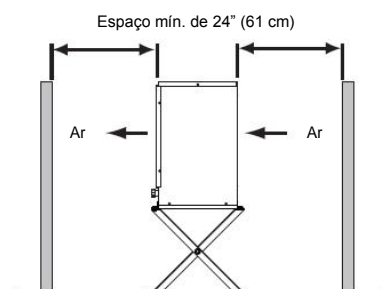

Fig. 10
- Área seca e bem ventilada com 24" (61 cm) de espaço na frente e traseira para circulação adequada de ar e facilidade de manutenção e/ou reparo, caso necessários. Ver Fig. 10.